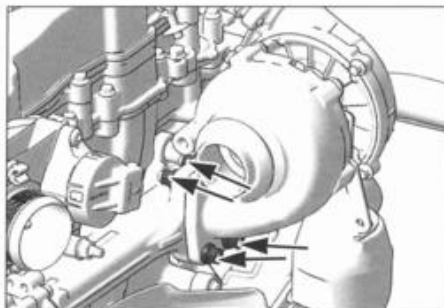

FIG. 47
- las 4 tuercas de fijación del turbocompresor (fig. 47).